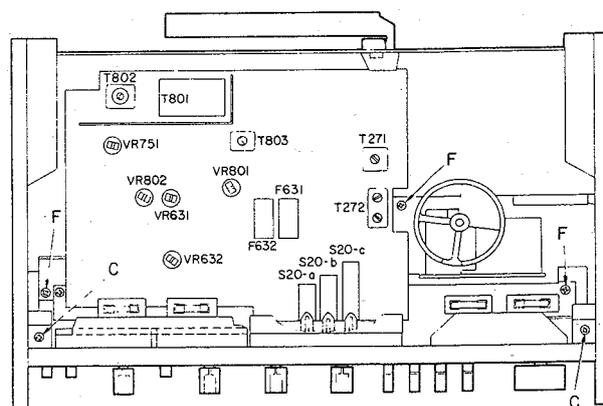

Abb. 2
- 2) Entferne von dem Empfänger die 3 Schrauben für die Befestigung der Chassis (Abb. 2, F).